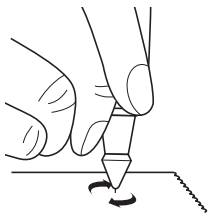

Fig. 2.3
- Tenez la sonde avec la pointe à angle droit (90 degrés) sur un morceau de papier ou une pierre. Déplacez doucement en mouvements circulaires sans rétracter la pointe (**Fig. 2.3**).